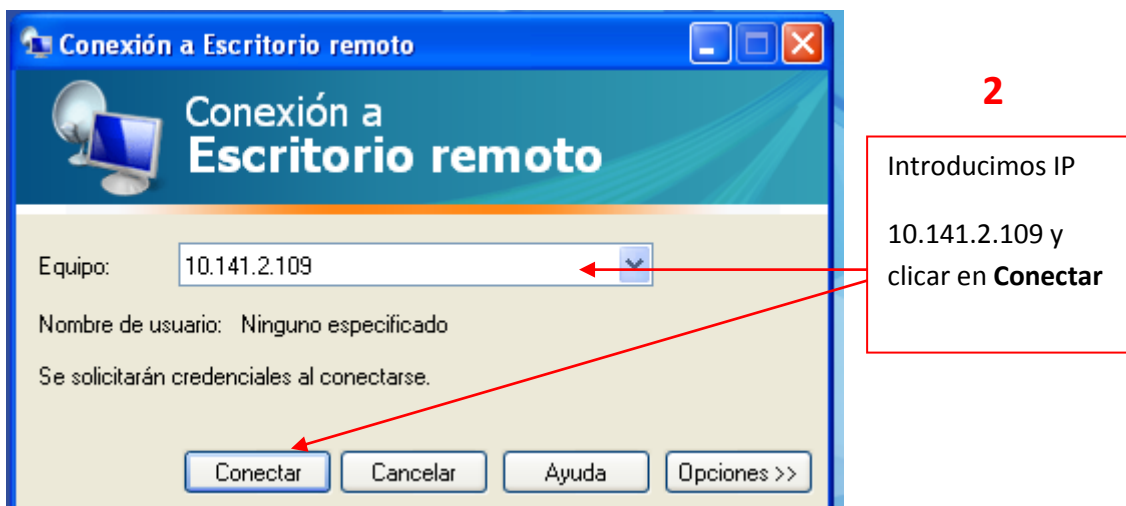

Imagen 35
2.- Realizados los pasos anteriores, Aparecerá el siguiente panel (Imagen 35), en la cual introduciremos en la parte de equipo la dirección IP 10.141.2.109 y clicaremos en conectar para tener acceso a la conexión remoto: